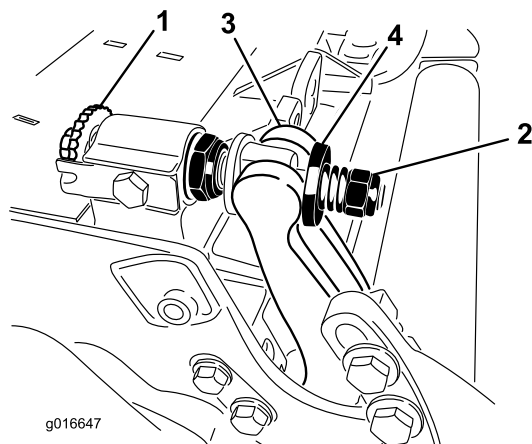

Figura 32
1. Ruotate le viti di regolazione della barra di appoggio in senso antiorario per allontanare la controlama dal cilindro (Figura 32).
2. Allentate il dado di tensione della molla finché la rondella non sarà più in tensione contro la barra di appoggio (Figura 32).